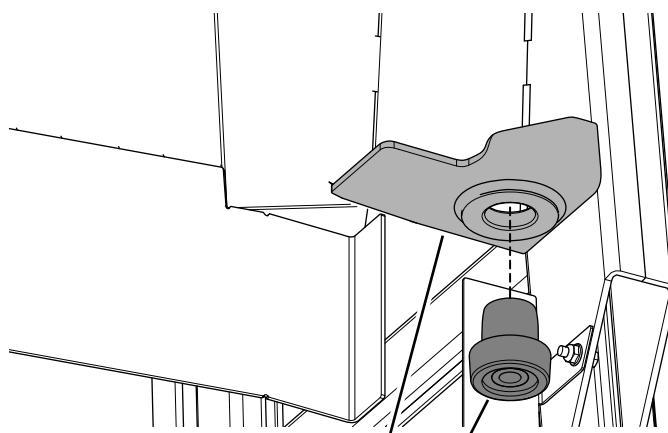

図 10
2. キャブフレームの右後マウントの穴にゴム製のアイソレータを挿入する図10。